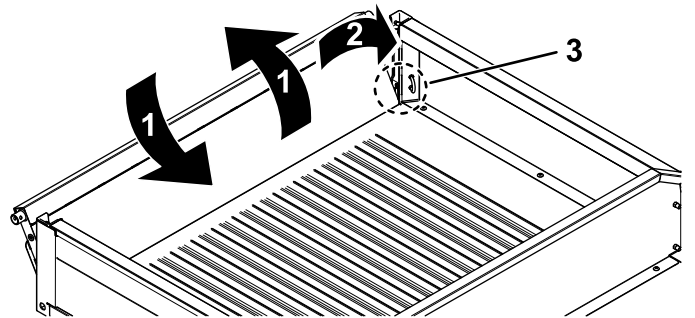

Figura 45
2. Gire el portón trasero a un ángulo de 45° aproximadamente (Figura 45).
3. Mueva el portón trasero varias veces hacia adelante y hacia atrás, con breves sacudidas (Figura 45).